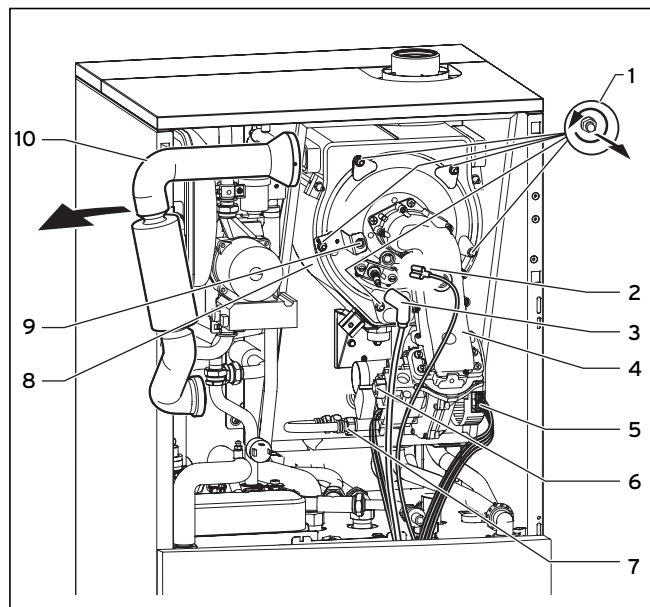

Fig. 8.2 Utmontering av termo-kompaktmodul (avbildet VSC 126-C 140/VSC 196-C 150)
- Koble fra den isolerte gassledningen (7).
- Fjern de fem mutrene (1), se fig. 8.2.
- Trekk termo-kompaktmodulen (4) av den innbygde kondensasjonsvarmeveksleren (8), se fig. 8.2.